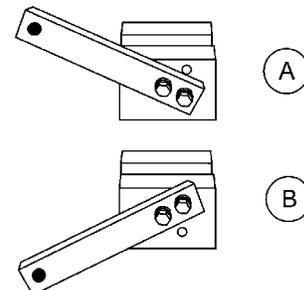

Figura 45. Impostazione della regolazione del braccio della lisciatrice
2. Verificare che il braccio dell'attrezzatura sia impostato in modo appropriato (alto o basso) per la rotazione del braccio della lisciatrice come illustrato alla figura 45.
I bracci con rotazione delle pale in SENSO ORARIO usano il braccio dell'attrezzatura in posizione SU (A nella figura 45). I bracci con rotazione delle pale in SENSO ANTI-ORARIO usano l'attrezzatura con il braccio dell'attrezzatura in posizione GIÙ. (B nella figura 45).